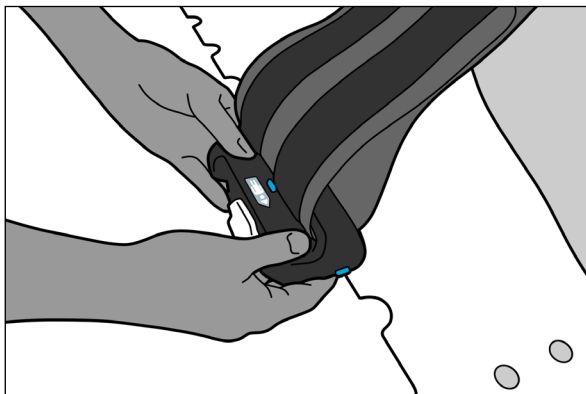

Fig. 10
7. Instalați altă clemă pe marginea opusă a dispozitivului și blocați clema (Fig. 10).